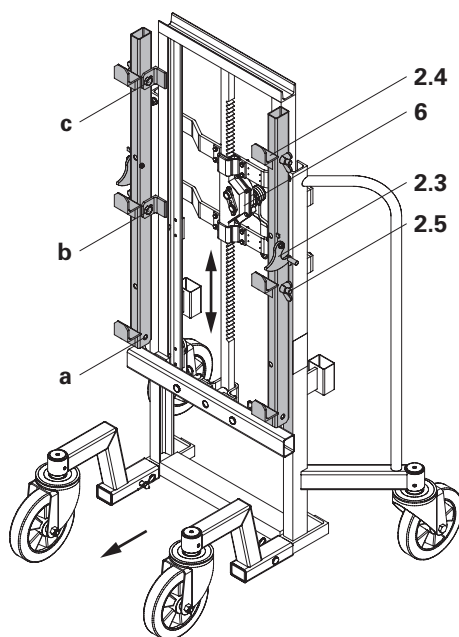
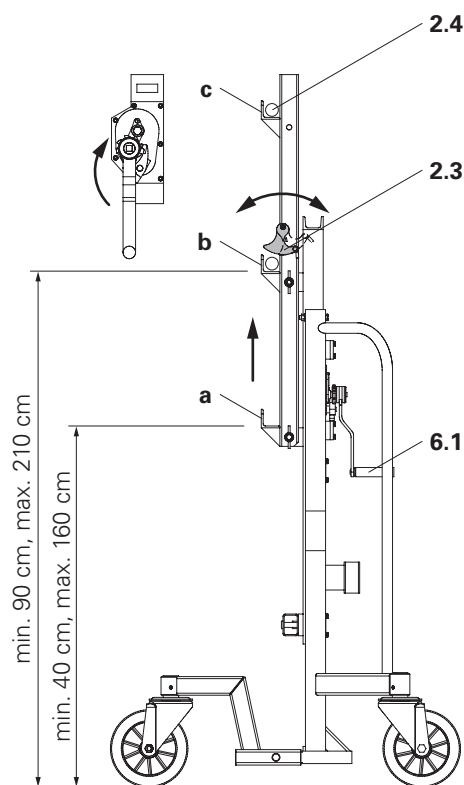

Fig. 5
Fig. 8
(Fig. 5 + Fig. 8)
3. Pre-regolare l'altezza di presa con il verricello a cremagliera (6).
- (Fig. 5)
3. Girare la manovella (6.1) in senso orario per sollevare il carico. I fermi di sicurezza (2.3) vengono spinti automaticamente indietro, scendono in avanti e bloccano i telai in modo che non possano alzarsi. (Fig. 8)